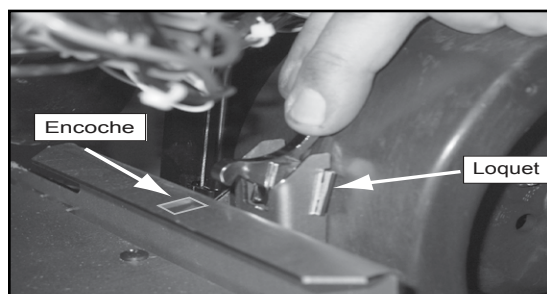

Figure 29.2
5. Passez la main derrière le ventilateur et libérez l'attache en poussant le haut de l'attache en direction du ventilateur. **Figure 29.2.**